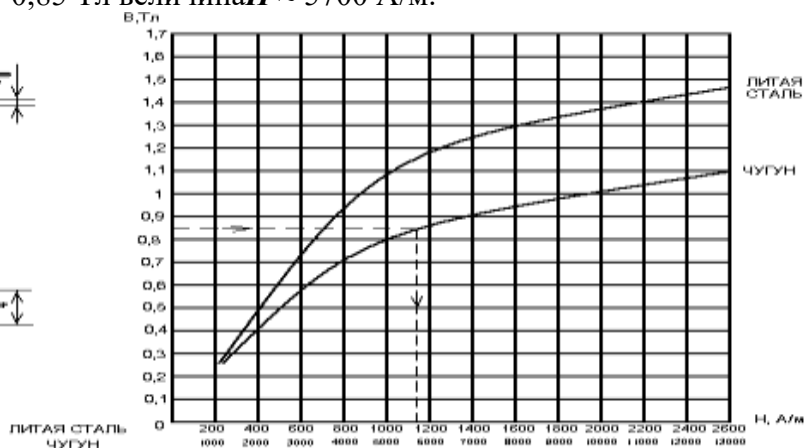

Рис.2
При расчетах магнитных цепей определение напряженности магнитного поля по заданному значению магнитной индукции рекомендуется вести по кривым намагничивания, приведенным на рис.2. При пользовании кривыми будьте внимательны, поскольку для определения  $H$  предложены две различных шкалы в зависимости от вида ферромагнитного материала. На рис.2. пунктиром показано определение  $H$  по заданному значению  $B$  для чугуна: при  $B=0,85 \text{ Тл}$  величина  $H \approx 5700 \text{ А/м}$ .
3. По кривым намагничивания (см. рис.2.), зная  $B$ , находим для литой стали